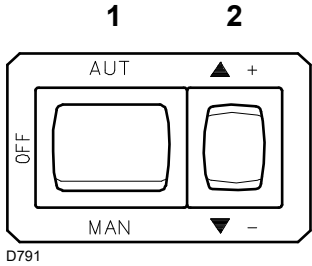
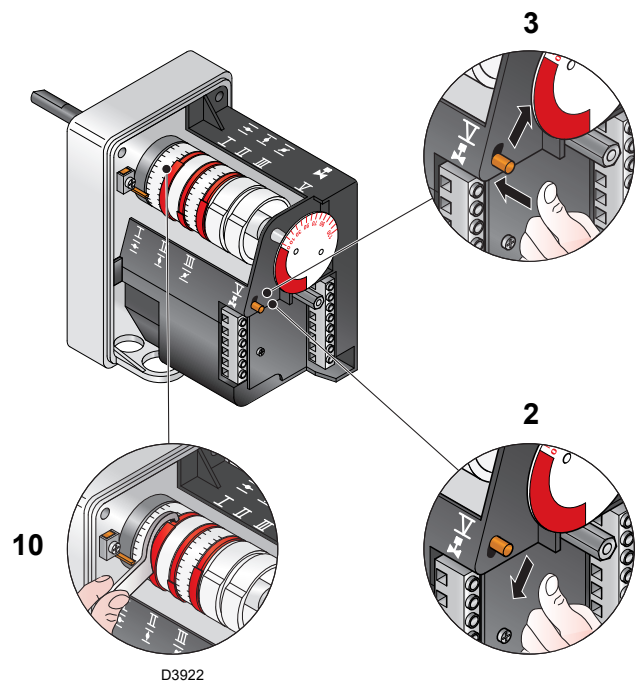

图 27
图 29
闭合温控 / 压力开关，将图 27 中所示开关置于 “MAN” 位置。
现按按钮 2)(图 27)，增大出力直至服马达开启风门阀，同时开启燃气蝶阀。
将按钮 2)(A)(图 27)，降低出力直至伺服马达关闭风门阀及燃气蝶阀至 65° 角（工厂预设位置）。
- 如需减小供气量，可依次逐步减小凸轮 III(图 29) 的角度 65° 至 63° 至 61°.....。
- 如需增加供气量，按按钮 2)(A)(图 27)，增大出力（如将燃气蝶阀角度增大 10-15°），逐步增大凸轮 III(图 29) 的角度至如 65° - 67° - 69°....。
按下按钮 2)(图 27) 增大出力直至伺服马达旋转 15°。调节螺丝至最优燃烧状态。接着以同样的方式调节其它螺丝。注意要逐渐改变凸轮廓线。
用开关 1)(图 27) 置于 “OFF” 位置，将燃烧器停机，按下按钮 3) 并将其向右移动，使伺服马达和凸轮 4) 脱开，同时手动前后旋转凸轮 4)，检查确认整个滑动过程平稳无阻滞。